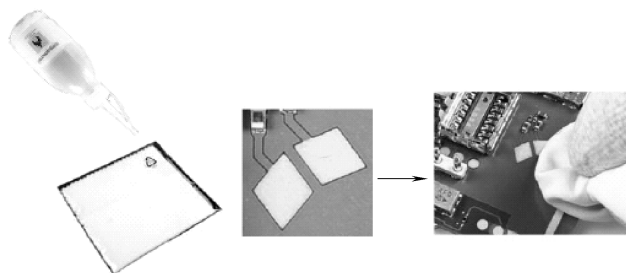

图 4-1 主板清洗
1) 主板清洗可以采用超声波清洗仪进行清洗，也可以采用干净干布清洗，如图 4-1 所示。